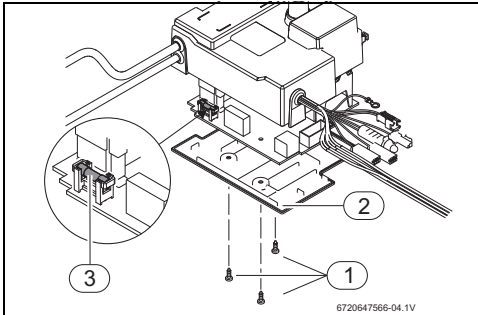

Fig. 14 Caja de control
- ▶ Retirar los 3 tornillos de la caja de control (Fig. 14, [1]) y retirar la tapa (Fig. 14, [2]).
- ▶ Sustituir el fusible (Fig. 14, [3]), respetando las especificaciones.